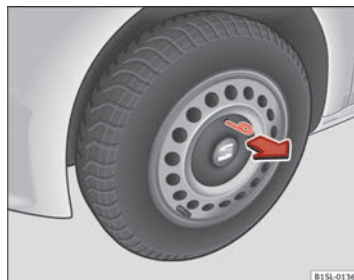

Fig. 138 Retire el tapacubos de la llanta de acero.
- Para desmontarlo, tome el gancho de alambre de las herramientas de a bordo y engánchelo al borde del embellecedor ⇒ fig. 138.